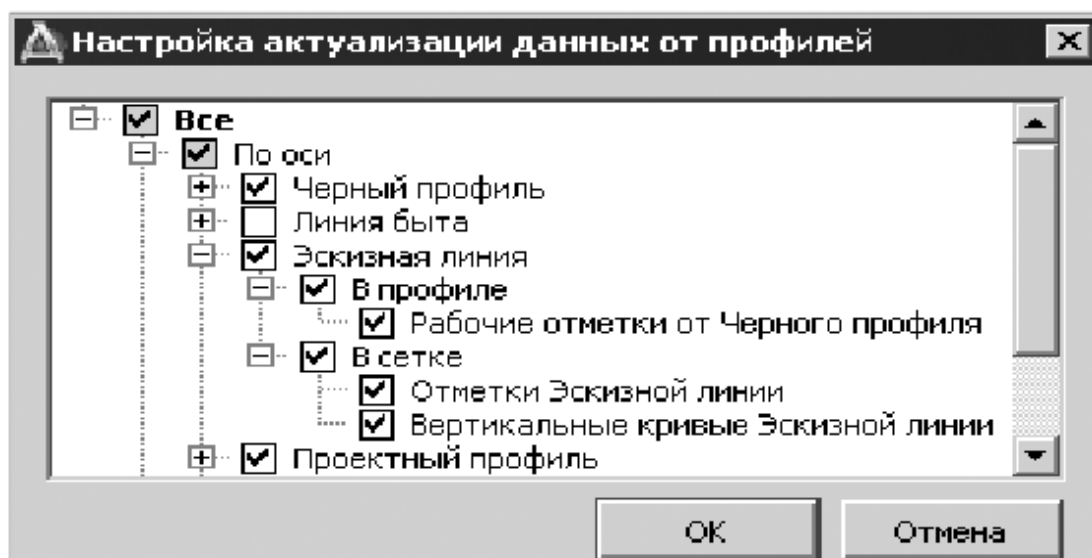

Рис. 8.1. Настройка актуализации данных профилей и сеток
9.3. Проверьте условия корректного создания и отображения ЭЛ: в окне параметров команд создания ЭЛ должно быть установлено АКТУАЛЬЗИРОВАТЬ – ДА; выбор данных от эскизной линии, которые следует получать при актуализации (УСТАНОВКИ – НАСТРОЙКИ АКТУАЛИЗАЦИИ ДАННЫХ ПРОФИЛЕ И СЕТОК в соответствии с рис. 8.1)